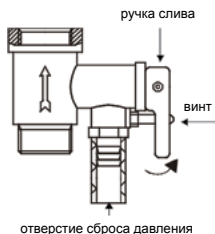

Рис. 9
УЗО (устройство защитного отключения) (рис. 9)
6. Чтобы правильно слить воду из внутреннего бака, надо воспользоваться сливным отверстием (только для серии FS2/FS6/FE2) (надо открутить заглушку, закрывающую сливное отверстие), также воду можно слить через обратный предохранительный клапан (открутить сливной винт обратного предохранительного клапана и перевести ручку слива в верхнее положение, при этом кран выхода горячей воды должен быть открыт, а кран подачи холодной воды в водонагреватель должен быть перекрыт) (смотри рис. 9). Никогда не сливайте воду, если ее температура выше 50°C, т.к. это может привести к ожогам.